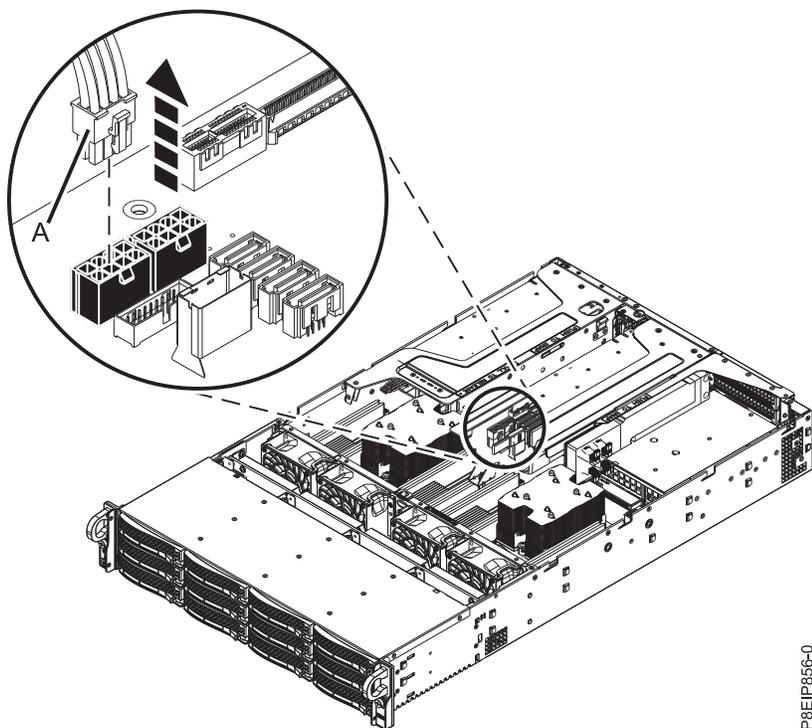

図 39. GPU 電源ケーブルのプラグを抜く
- a. 保持ピン (A) を引っ込めて、矢印がシステムを指すようにします。
- d. ライザーに GPU が格納されている場合、GPU 電源ケーブル (A) のプラグをシステム・バックプレーンから抜きます (40 ページの図 39 を参照)。親指でコネクタのリリース・ラッチを押して、ケーブルを取り外します。